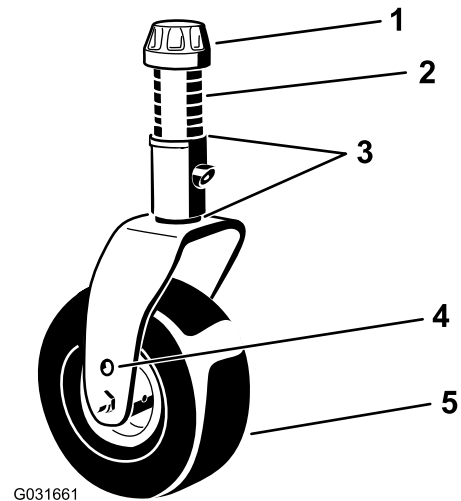

Figure 27
4. Enlevez le chapeau de tension de l'axe de pivot et sortez l'axe du bras pivotant (Figure 27).